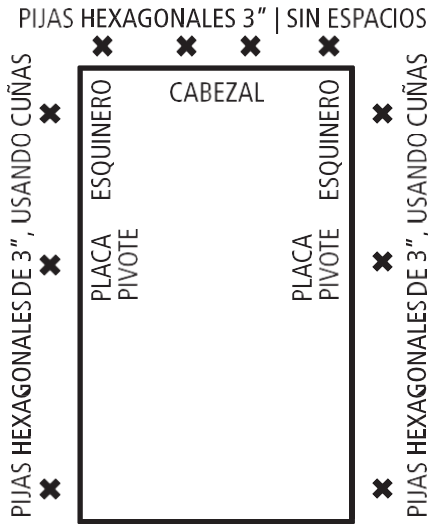

FIGURA 8: Modelos de Aluminio y Madera
A. La escalera viene con agujeros pre-perforados para instalación permanente, los agujeros para la instalación permanente se muestran en la Figura 8. Use cuñas cuando sea necesario para llenar el espacio entre el marco de la escalera y abertura en el techo, en lugares pre-perforados. Usando la broca de 3/16", perforo orificios guía a través de cuña y hasta las vigas del techo y el cabezal.